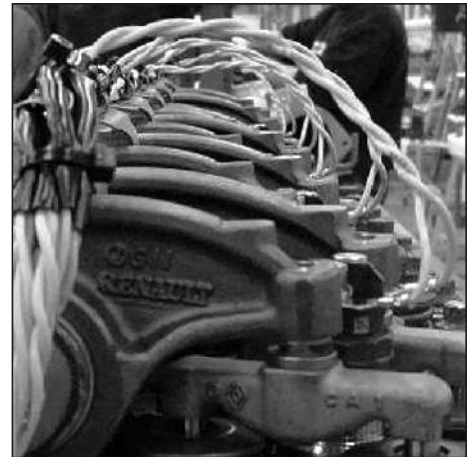
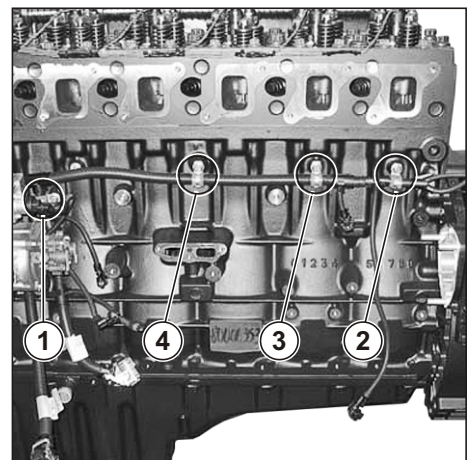

Рис. 122. Установка жгута форсунок в головке блока цилиндров.
Рис. 123. Установка жгута датчиков двигателя.
5. Навернуть гайки крепления проводов к форсункам и затянуть окончательно моментом $M_{кр} = 1,5 \pm 0,25$ Нм. (Крепление проводов осуществить таким образом, чтобы провода от форсунок уходили в сторону противоположную прохождению оси коромысел) (см. Рис. 122).
7. Закрепить жгут в точке (1), установив клеммер между тройником разветвления жгута и тройником ответвления на датчик давления в рампе.
8. Затем последовательно закрепить жгут в точках (2, 3, 4) (см. Рис. 123).